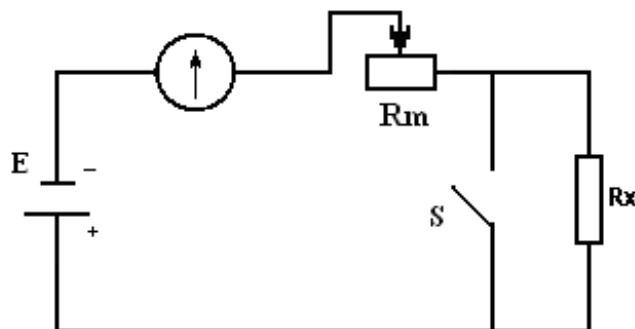

Рисунок 3. Принципова схема омметра
2. Перевірити можливість використання наявної апаратури в даній схемі (рис. 3)